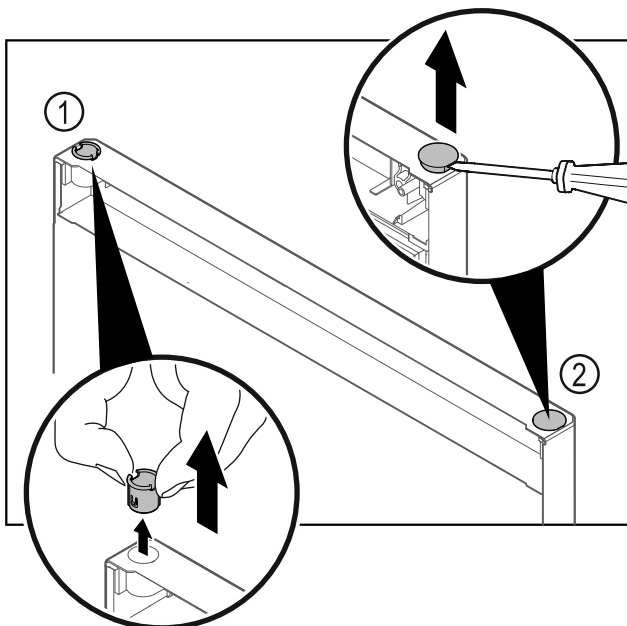

Fig. 18
- ▶ Træk hængselbøsningen Fig. 18 (1) ud med fingrene.
- ▶ Løsn afdækningsproppen Fig. 18 (2) forsigtigt med en flad skruetrækker, og træk den ud.